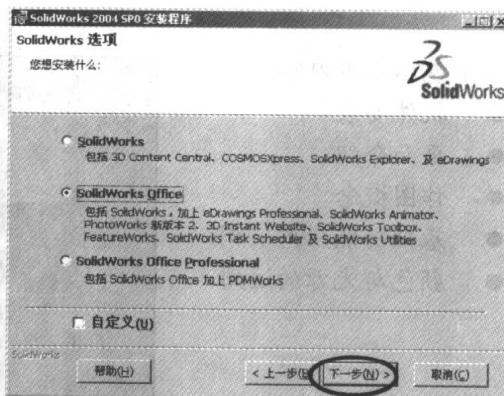

图 1-3
2. 选择（SolidWorks Office）选项，单击【下一步】，如图 1-3。